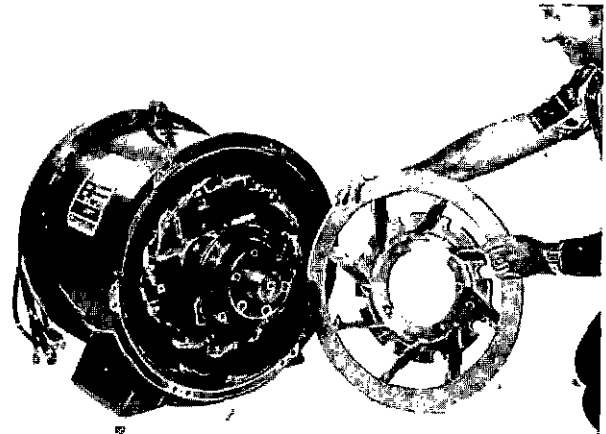

FIGURE 6-18
5. Si le ventilateur de l'alternateur nécessite une intervention il peut être démonté à ce moment. Voir les instructions pour le contrôle du rotor principal ci-dessous dans cette section. (Figure 6-18.)